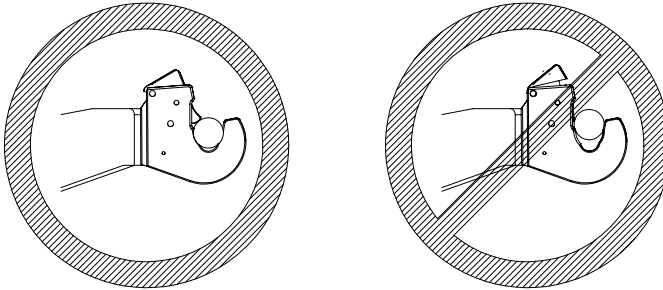

Abb. 6.9: Sichern der Kugeln
- Kontrollieren Sie, ob die Kugeln korrekt verriegelt sind, siehe Abb. 6.9.